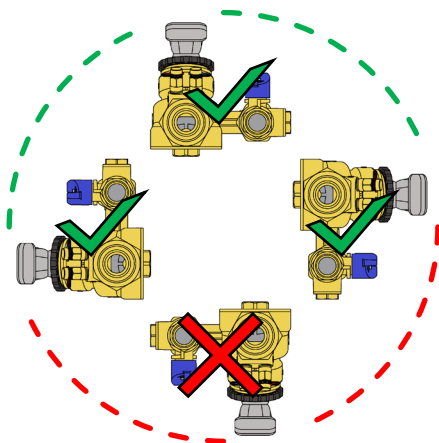

Fig.1
- ⚠ Valvola PICV Evo ~~PICV~~ 93: per ragioni di sicurezza elettrica, nel caso in cui la valvola sia dotata di un attuatore, essa può essere installata solamente in posizione compresa tra il verticale e l'orizzontale. L'installazione in posizione rovesciata va evitata (**Fig.1**);